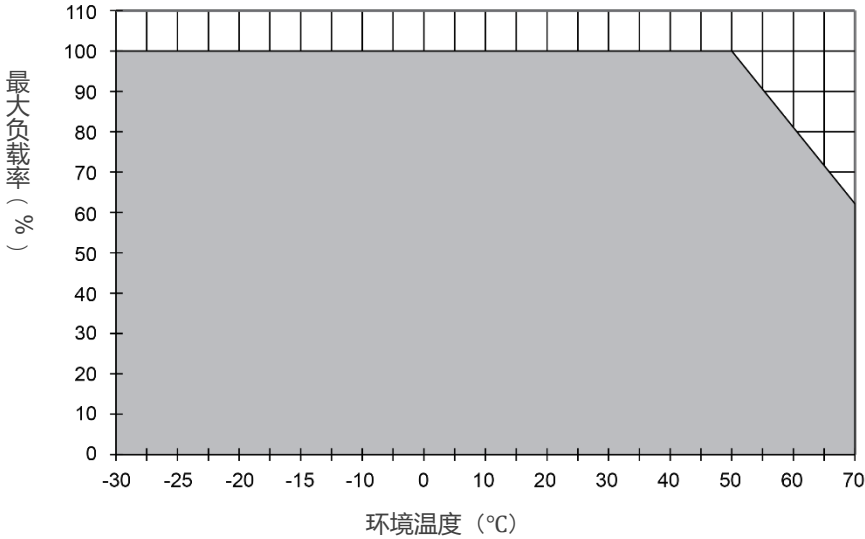
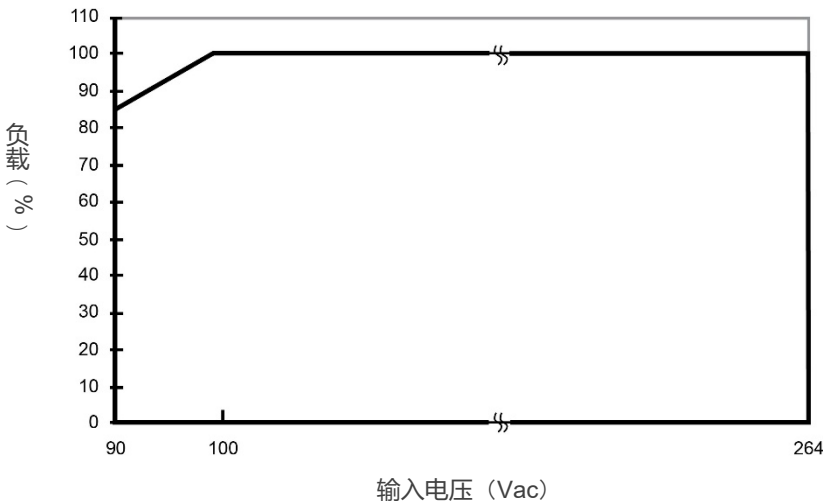

图 1 水平安装降额
图 2 AC 输入电压降额
1. 电源如果持续在额定功率曲线以外区间使用，可能导致零部件降级或损坏，具体参照图 1 及图 2 所示。